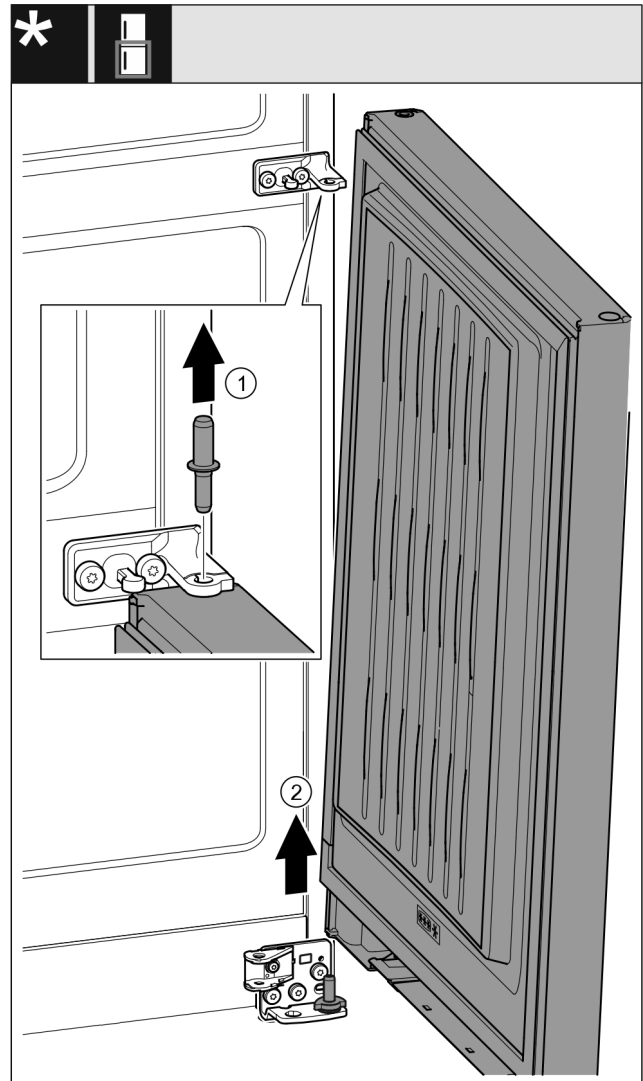

Fig. 29 Mit Schließdämpfer*
- ▶ Bolzen Fig. 29 (1) nach oben herausziehen.*
- ▶ Tür Fig. 29 (2) herausschwenken, nach oben ziehen und beiseitestellen.*